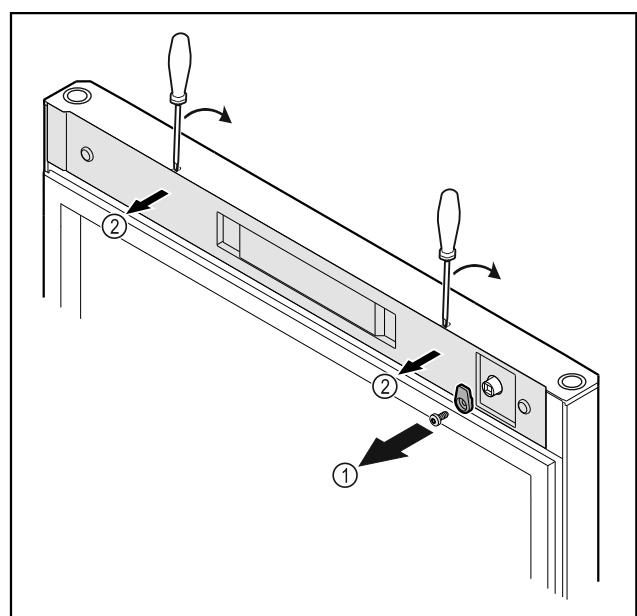

Fig. 19
- Odskrutkujte zatvárací hák Fig. 19 (1).
- Odistite kryt Fig. 19 (1) malým skrutkovačom a odoberte ho.